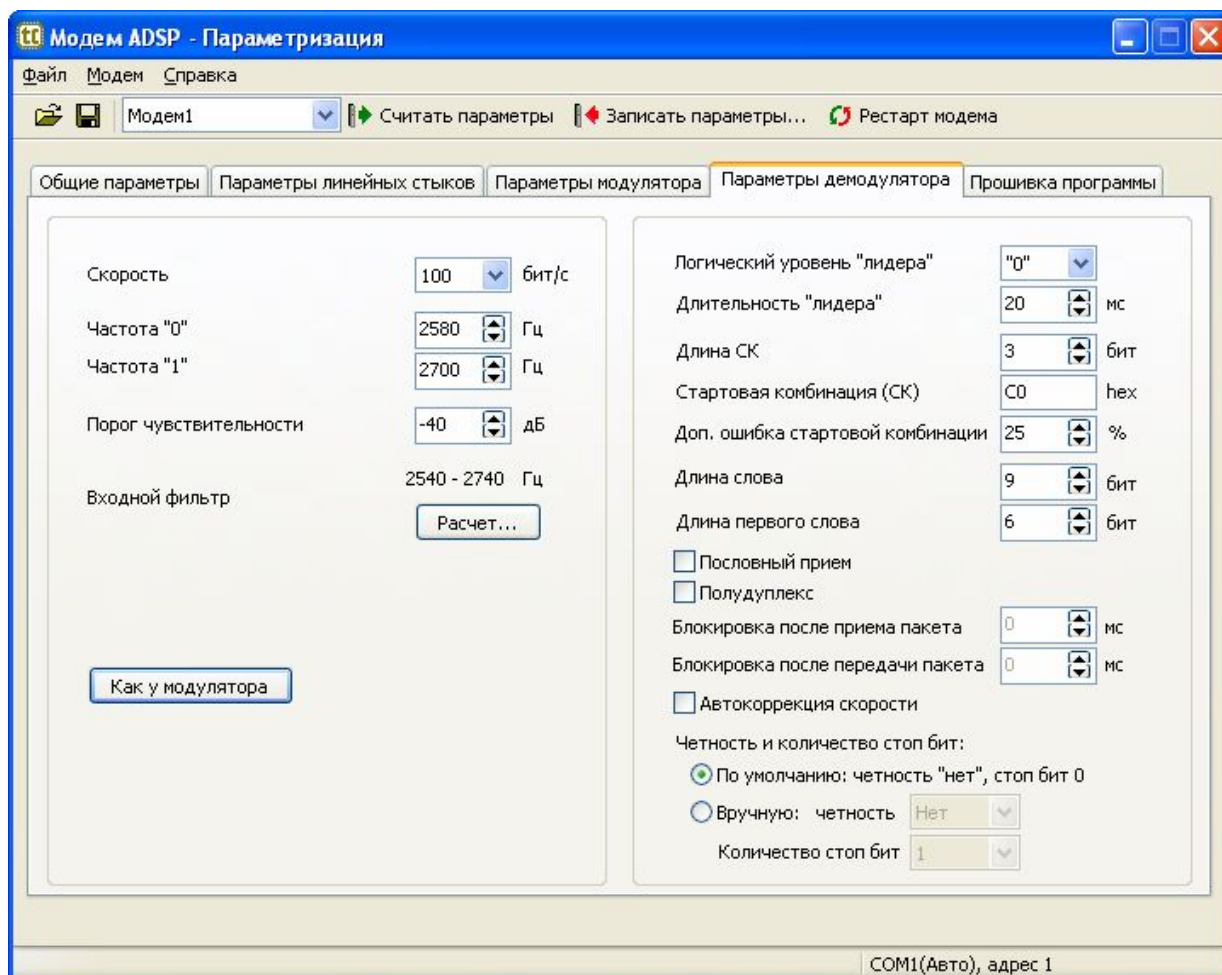

Рисунок 18 – Закладка «Параметры демодулятора»
- установить на закладке «Параметры демодулятора» (рисунок 18) опцию «Полудуплекс» и нажать кнопку «Как у модулятора»;